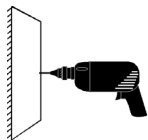

Figura 1
- Perfurar um orifício com uma broca de 4 mm (5/32") em superfícies de madeira, ou usar uma bucha adequada para superfícies em cimento (Figura 1).